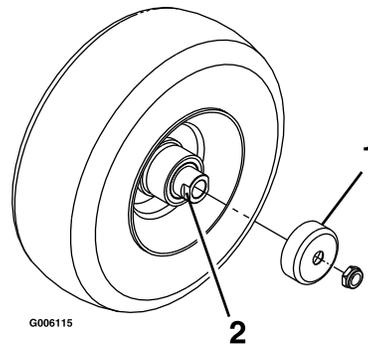

Figura 39
4. Retire los protectores de los retenes del buje de la rueda (Figura 39).